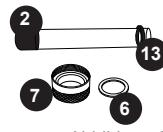

Abbildung 6
- Entfernen Sie die Quarzdichtungsmutter (7) durch Drehen entgegen den Uhrzeigersinn, Abb. 3. Benutzen Sie, falls notwendig, eine Wasserpumpenzange, Abb. 5. Sie werden bemerken, dass dort eine Unterlegscheibe (6) vorhanden ist, die über das Quarzrohr gleitet. Bewahren Sie die Unterlegscheibe (6) für späteren Gebrauch auf, Abb. 6. Dort befinden sich ebenfalls ein schwarzer Dichtungsring (13). Fassen Sie den schwarzen Dichtungsring und entfernen Sie das Quarzrohr langsam und vorsichtig.
- Nun können Sie das Quarzrohr (2) reinigen oder austauschen. Zur Reinigung des Quarzrohrs (2) folgen sie den Schritten 8, 9 und 10. Zum Austausch des Quarzrohrs (2) überspringen Sie die Schritte 8 und 9 und führen Sie Schritt 10 aus.